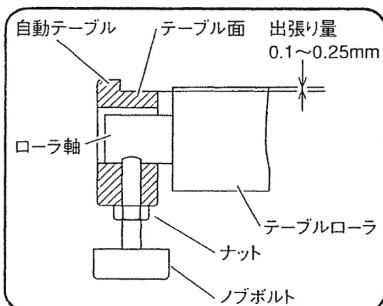

図 18
(図 18)
- (2) テーブル面からのテーブルローラの出張り量は0.1~0.25mm（はがき1枚の厚さ程度）にしてください。(図 18, 19)